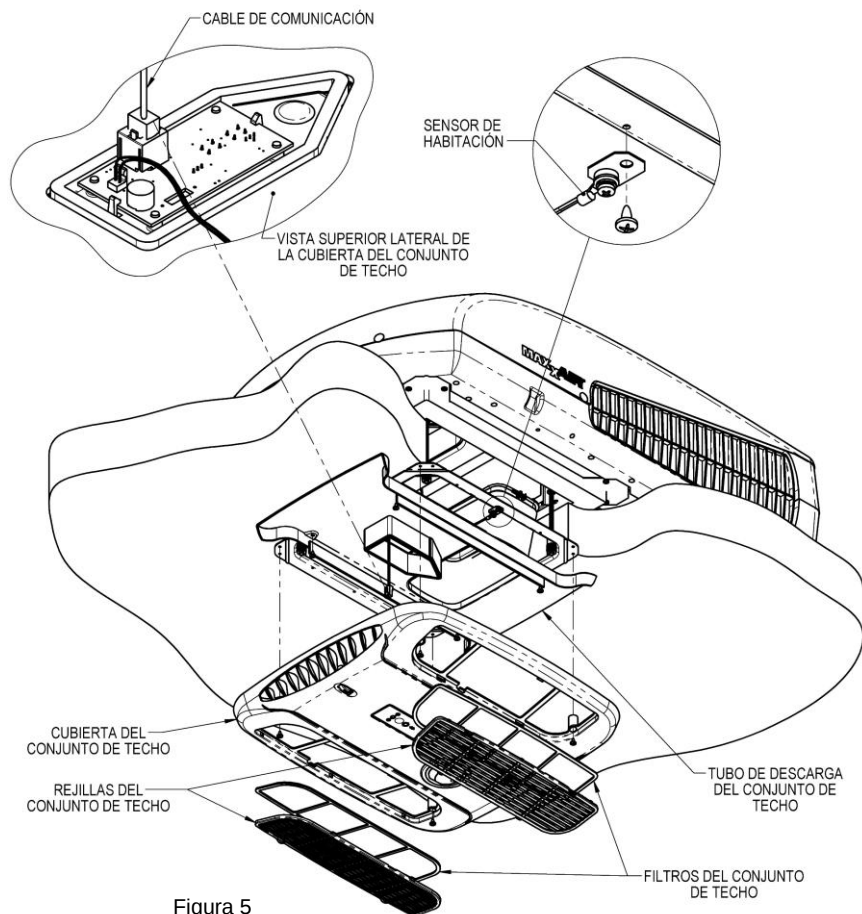

Figura 5
Consulte la Figura 5
- E. Levante la cubierta cerca de la estructura de montaje. Enchufe el cable de comunicación de la unidad superior al receptáculo de la cubierta del techo, tal como se muestra en la sección ampliada de la Figura 5.